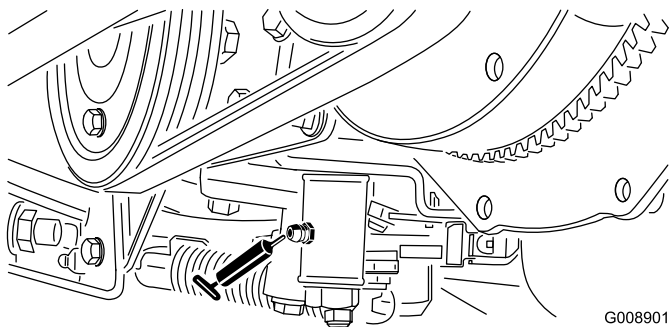

Figura 57
- Mecanismo de ajuste do ponto morto (Figura 57)